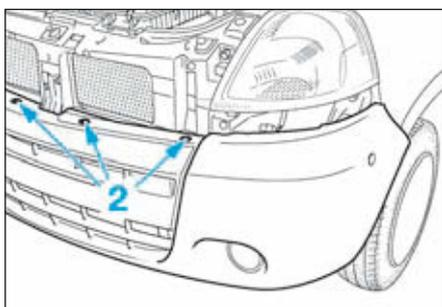

FIG.119
- Déposer les vis de fixations supérieures (2) (Fig.119).